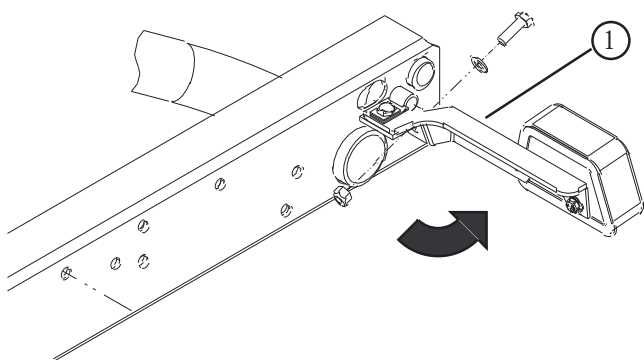

図 1
1. テール・ライト・ブラケットを左右のフレーム・ブラケットに固定しているロックナットとキャップスクリュをゆるめる (図 1)。
3. 各テール・ライト・ブラケットの後部をフレーム・ブラケットの後ろに固定する。図 1 に示すように、5/16-18 x 1" キャップスクリュと、内径 0.344" の平ワッシャおよびロックナットを使用する。